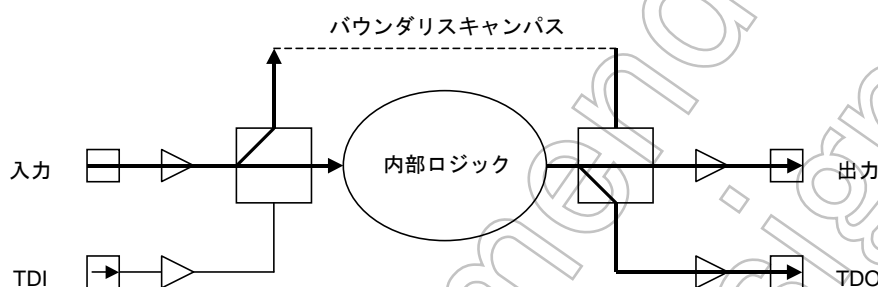

図 20.9 SAMPLE が選択されているときのテストデータの流れ
- SAMPLE は IC の I/O パッドを観測するのに使います。SAMPLE が I/O パッドを観測しているあいだ、内部ロジックは IC の I/O 端子から切り離されません。SAMPLE は Capture-DR 状態で実行します。通常動作中、TCK の立ち上がりエッジにおいて IC の I/O 端子の値を読み取ることが SAMPLE の主な用途です。図 20.9 に SAMPLE/PRELOAD 命令の SAMPLE を実行しているあいだのデータの流れを示します。